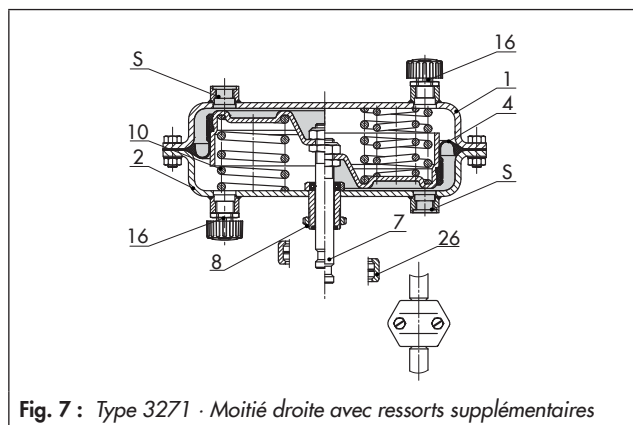
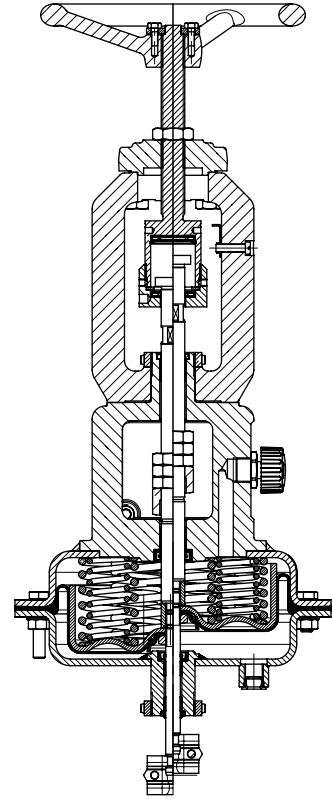

Fig. 7 : Type 3271 · Moitié droite avec ressorts supplémentaires
Fig. 14 : Type 3271 (175v2 cm²) · Exécution combinée avec commande manuelle et limitation de course des deux côtés
- **Type 3271 ou type 3277** · Exécution combinée avec **commande manuelle et limitation de course bidirectionnelle** (Fig. 14) pour les surfaces de servomoteur 175v2 à 750v2 cm²
Légende des Fig. 7 à Fig. 14